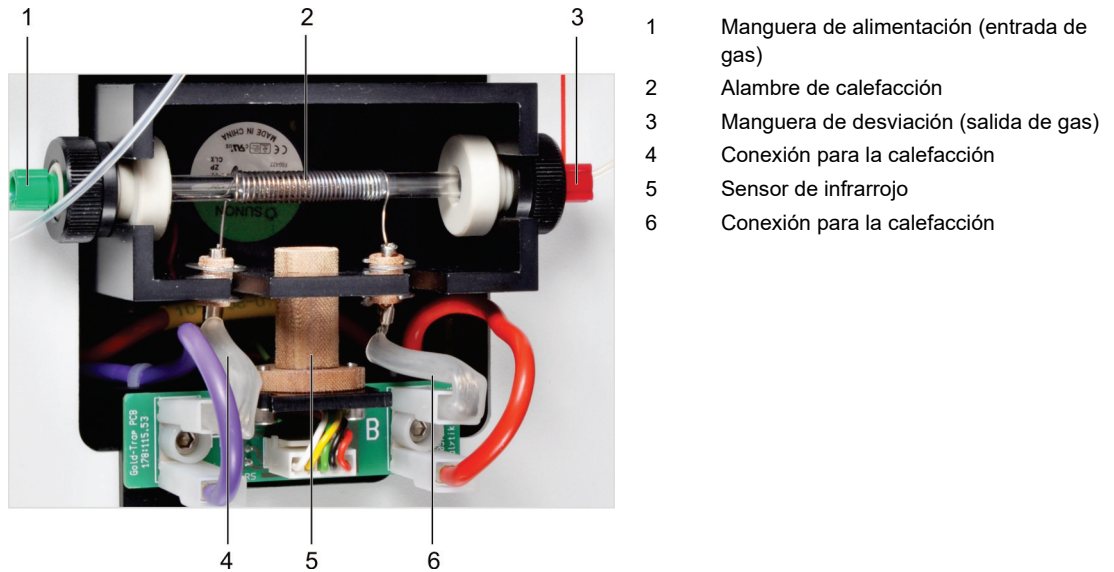

Fig. 25 Conexiones del colector de oro
2. Quitar los contactos de los enchufes de las espirales de calefacción (4 y 6, Fig. 25) de la placa conductora.
5. Introducir el colector de oro en el pozo y al mismo tiempo meter los casquillos de aislamiento en el alambre de calefacción (2, Fig. 25) en la ranura.